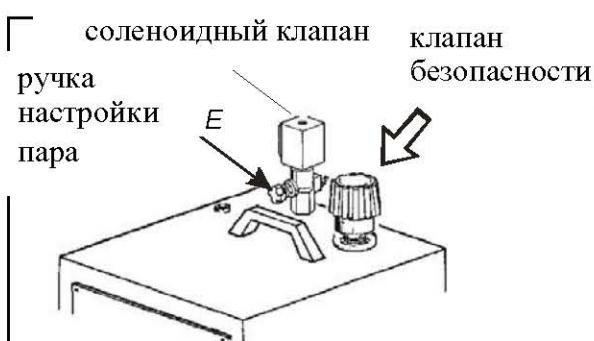
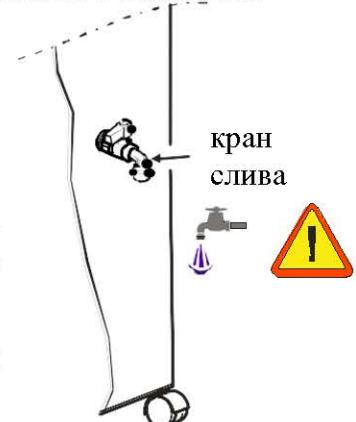

Рис. 4
Рис. 6
5. Никогда не заменяйте колпачок предохранительного клапана (Рис. 4) на колпачок другого типа. **ВНИМАНИЕ!** Клапан безопасности установлен на 5 бар и выполняет функцию защиты.
5. При использовании Barbara 31 совместно с доской без вакуума на доске могут оставаться круглые пятна от сконденсированного пара. Чтобы избежать этого, положите войлок под подкладку и отрегулируйте регулятор подачи пара на минимум (Рис. 4).
Отвинтите клапан безопасности (Рис. 4). Слейте бойлер, открыв кран слива (Рис. 6). Как только вода выйдет, не забудьте закрыть кран.
3. Заменяйте клапан безопасности каждые 2500 часов или максимум 1 раз в 3 года (рис. 4);